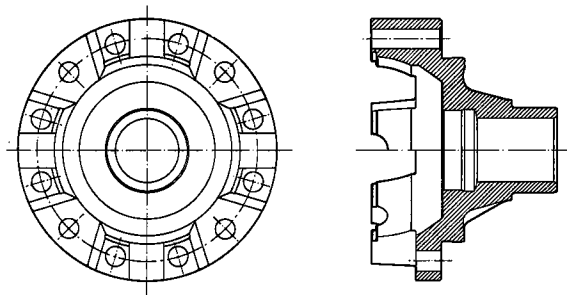
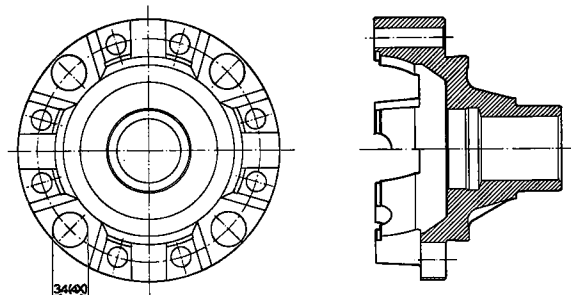

Fig. 31
Fig. 32
- Van de satellietenhuishelft (28) moeten de vier korte gaten groter worden gemaakt (fig. 31 is de oude uitvoering, fig. 32 de nieuwe).
- De korte bouten, waarmee bij de oude uitvoering het reductietandwiel (34) aan de satellietenhuishelft (29) is bevestigd, moeten worden vervangen door lange (25).
- De moeren (35) moeten worden vervangen door nieuwe.
- Om de vier lange bouten, die erbij zijn gekomen, worden afstandbussen (38) aangebracht.